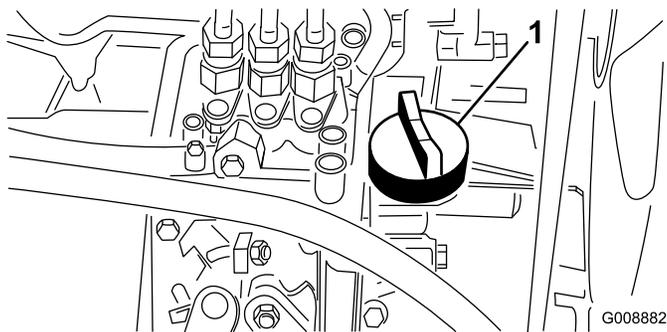

Bild 20
4. Entfernen Sie bei niedrigem Ölstand den Ölfülldeckel (Bild 20), gießen langsam kleinere Ölmengen ein und prüfen den Stand regelmäßig, bis die Voll“-Marke am Peilstab erreicht wird.